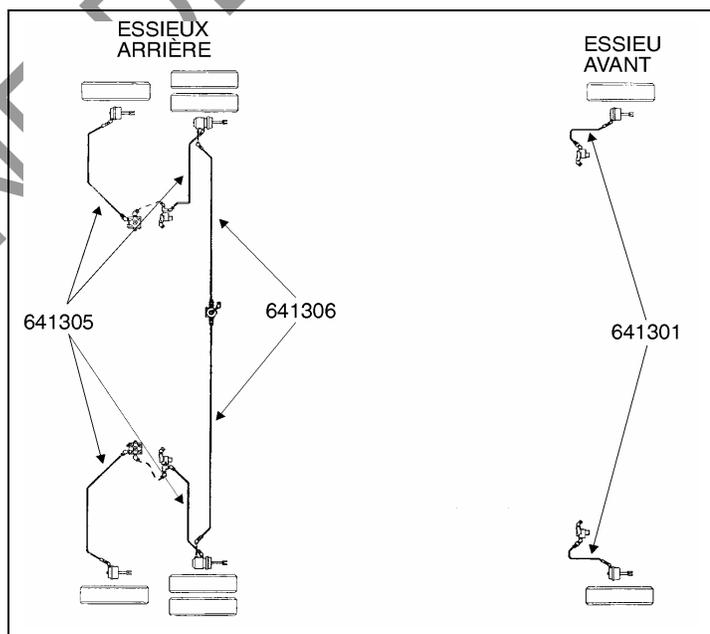

FIGURE 3
B. La figure 3 représente les boyaux de freins qui doivent être remplacés (les numéros de pièce des boyaux qui doivent être utilisés sont identifiés sur la figure). Chacun de ceux-ci doit être remplacé selon la démarche décrite à l'étape A.